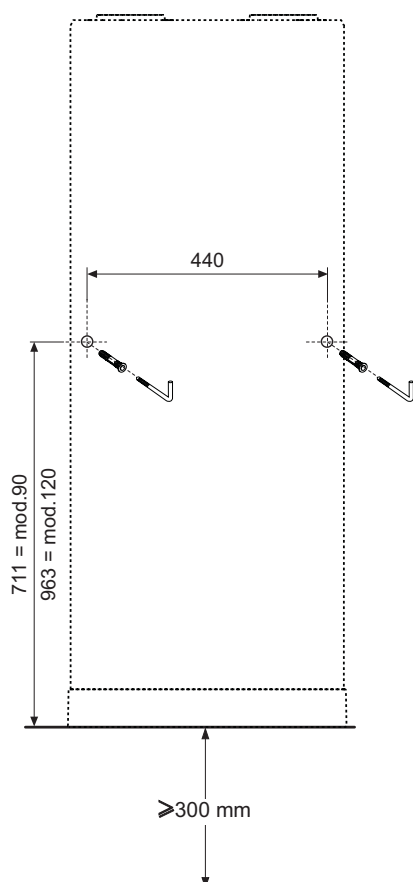

fig. 50 - Indicazione foratura
- Forare secondo le indicazioni di fig. 50.